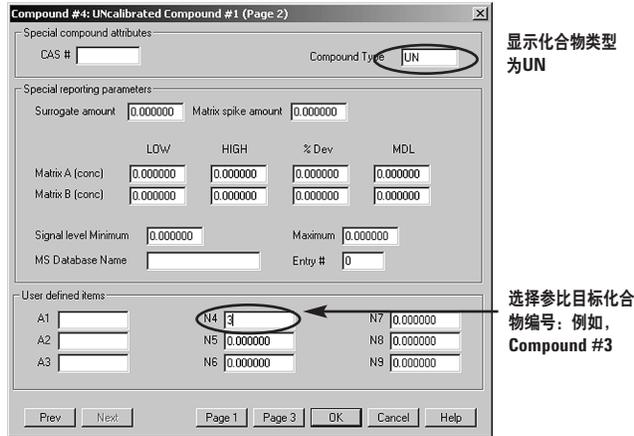

图4. 化合物定量数据库 – 编辑化合物 (第2页) 未校准化合物类型
2. 打开第2页, 在Type (类型) 域中输入UN (代表未校准), 参见图4。在N4的域中输入您想用来作为响应因子参比的定量数据表中的化合物编号。选择一个您认为质谱特征和色谱性能相似的化合物作为SemiQuant参比。这可帮助将SemiQuant化合物就置于SemiQuant参比后面的表。